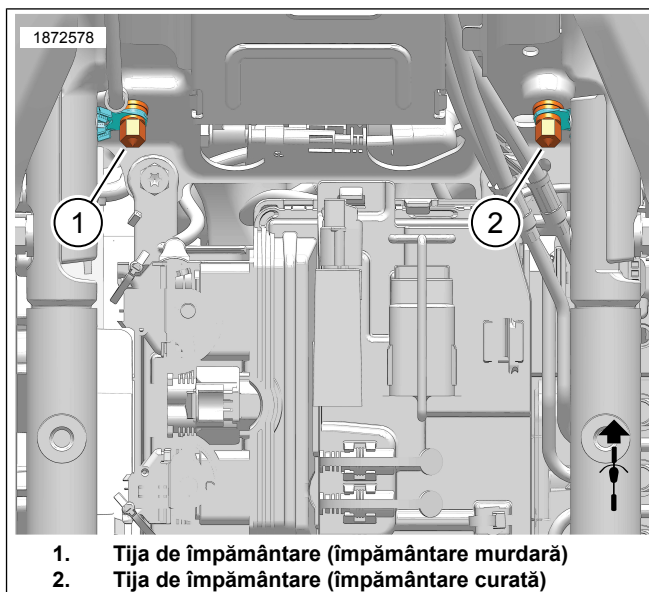

Figura 7. Locațiile tije de împământare ale cutiei bateriei
- b. Consultați Figura 7 . Direcționați firul de împământare în sus prin orificiul dreptunghiular spre stâlpii de împământare.
Consultați Figura 7 . Direcționați și conectați cablul de împământare ATM la tija **curată** de împământare (2). Strângeți.